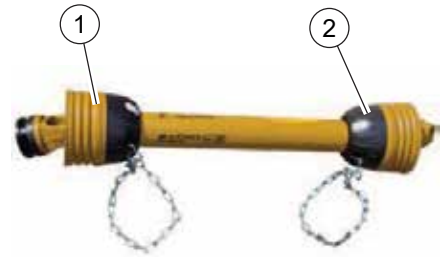

FIG. 19
Protección del eje de transmisión lado tractor (1, "Fig.19")y lado máquina (2) incluidas las cadenas de contención.